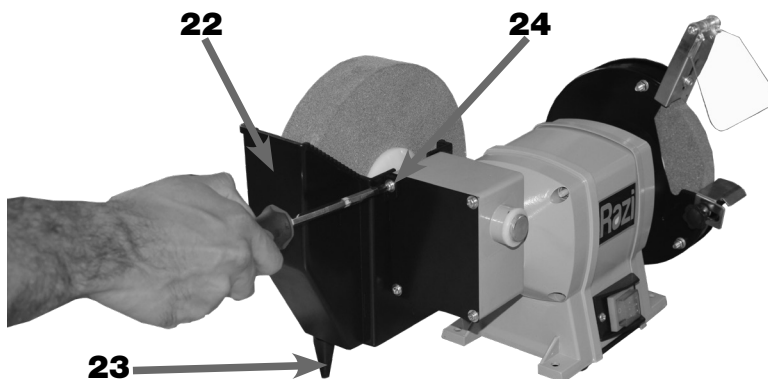

FIGURA 14 – Remoção do Reservatório de Água
1. DESCONECTAR o Plugue de Alimentação (12) da Rede Elétrica do usuário;
2. DRENAR a água do Reservatório de Água (22) (caso haja) retirando o Apoio do Reservatório (23) (figura 14);
3. RETIRAR os 3 Parafusos de Fixação do Reservatório (24) com o auxílio de uma Chave Phillips (figura 14);
4. RETIRAR o Reservatório de Água (22);